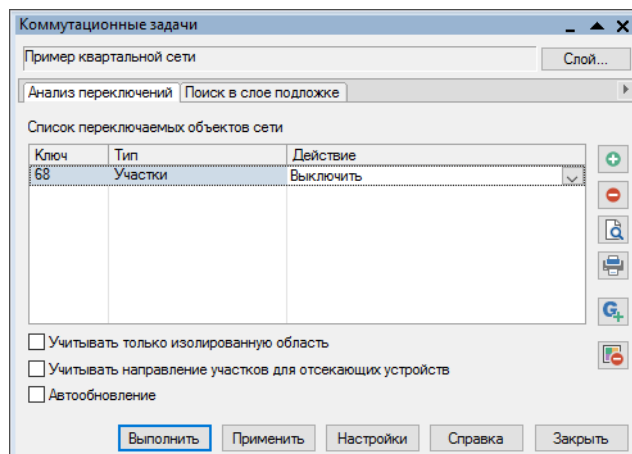

Рисунок 16.4. Список переключаемых объектов
5. Нажмите кнопку  панели. Выбранный объект добавится в список переключаемых объектов сети в диалоговом окне. (Рисунок 16.4, «Список переключаемых объектов»).